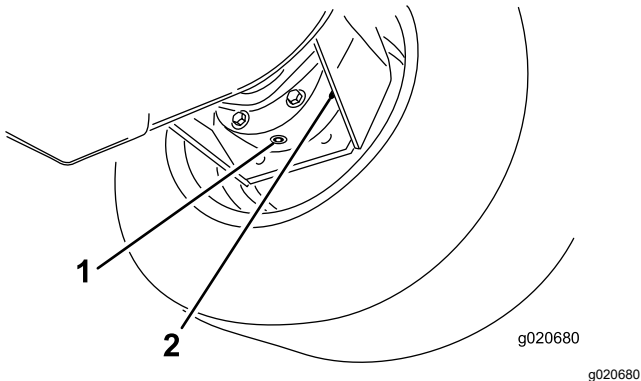

Figura 106
- Mettete una bacinella sotto la scatola del freno, togliete il tappo di spurgo e lasciate defluire l'olio (Figura 106).